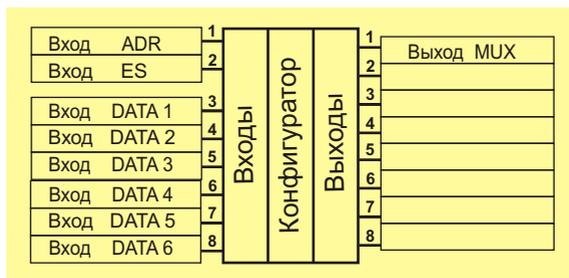

Рис. 88. Блок "Коммутатор", тип "MUX1-6"
Блок **Коммутатор**, тип "MUX1-6", является одноэлементным. Блок состоит из 8-ми входов и 1-го выхода (Рис. 88). Первый вход (ADR) указывает адрес (номер) коммутируемого входа. Второй вход (ES) - "выбор элемента". Когда на нем присутствует логический 0, то дается разрешение на коммутацию. Если вход ES = 1, то выход MUX = 0. Работа блока в случае, когда ES = 0, описывается так: